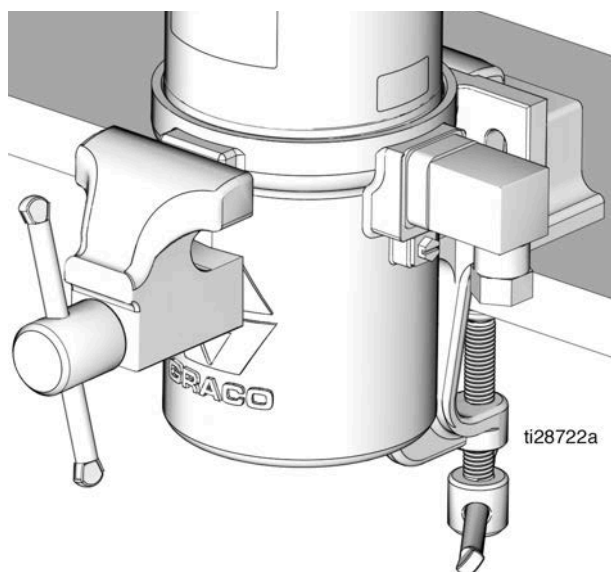

ABB. 13
8. Den Luftmotorzylinder (3) wie in einen Schraubstock spannen, wie gezeigt in ABB. 13. Einen Schraubstock mit gepolsterten Klemmböcken verwenden oder ein Tuch in die Klemmböcke legen, um die Oberfläche der Pumpenbasis zu schützen.